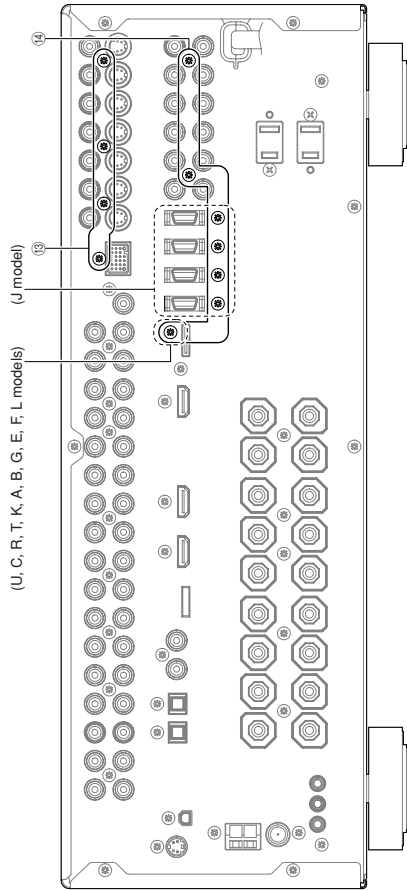

Fig. 5
- b. Remove 4 screws (13). (Fig. 5)
- e. Remove 3 screws (14). (Fig. 5)